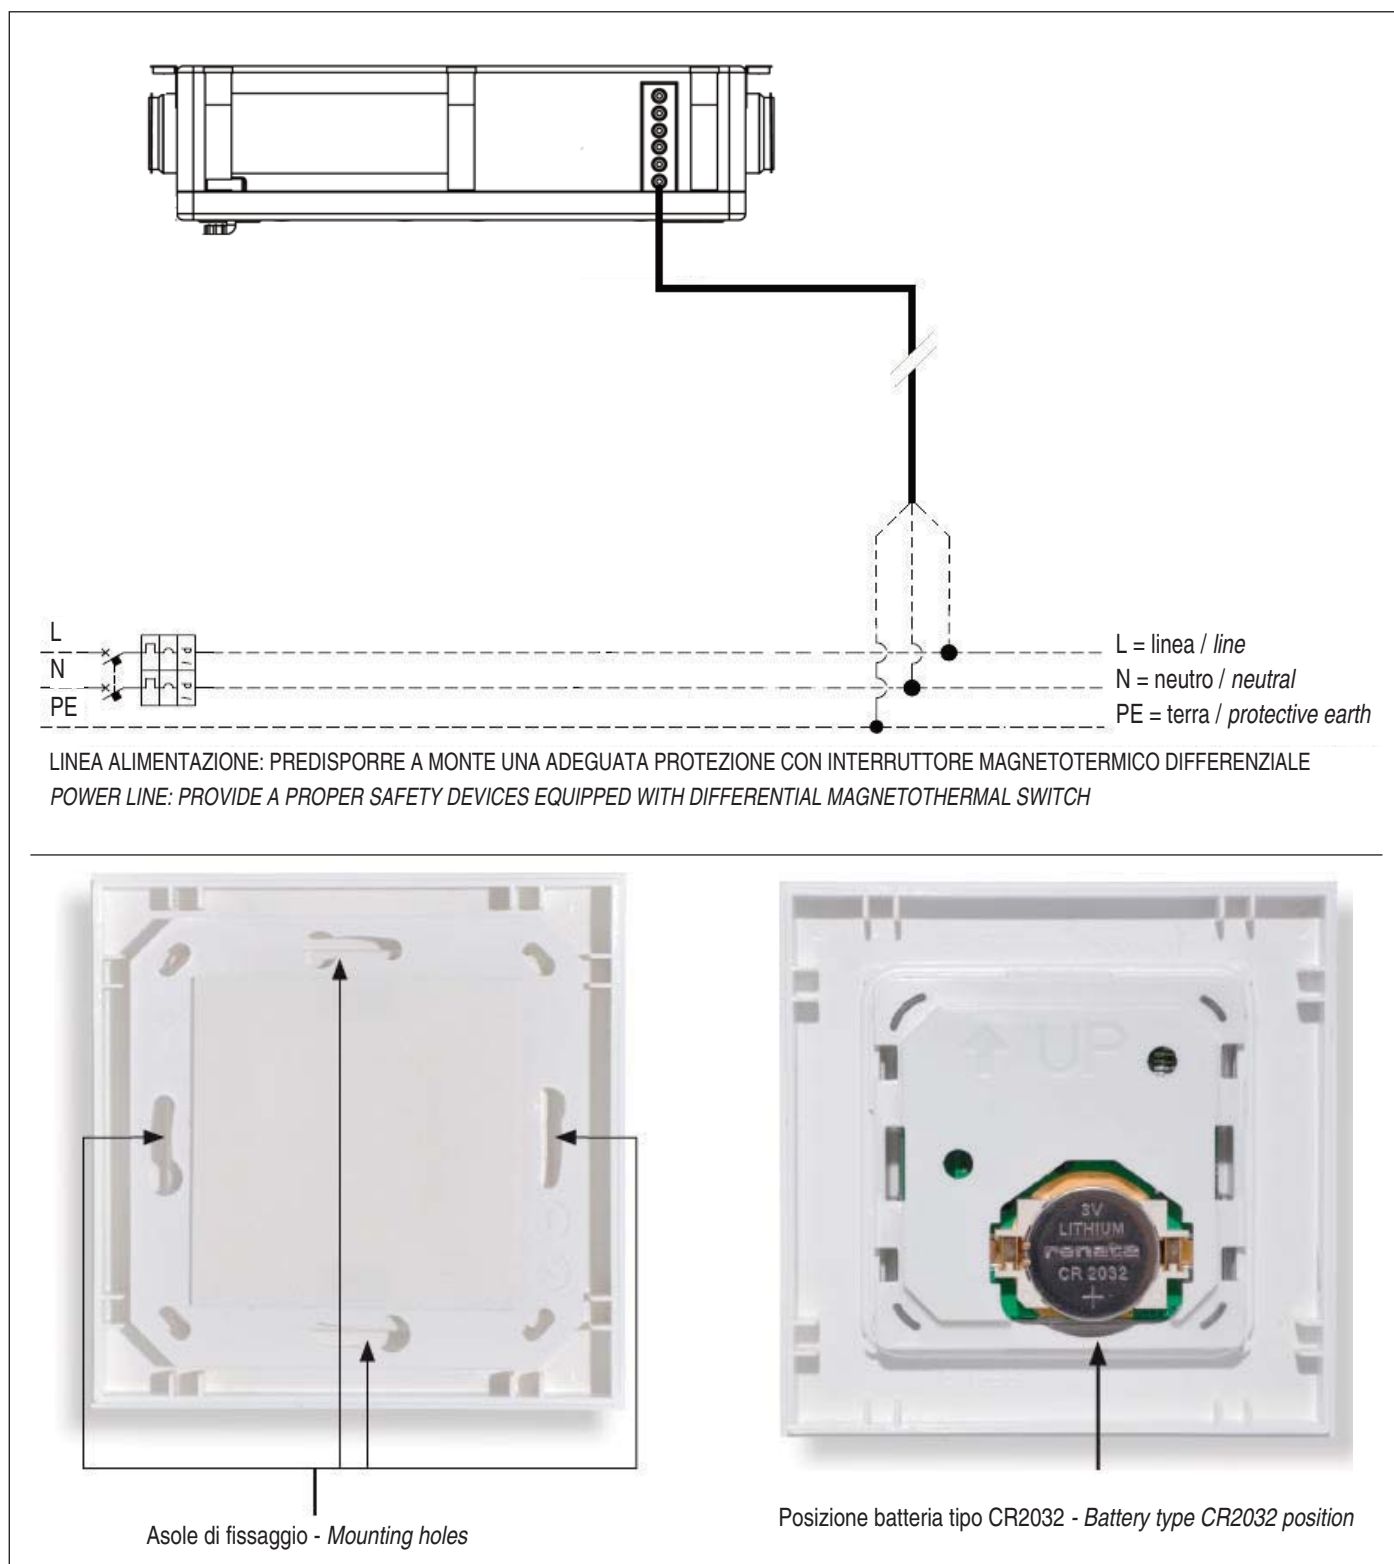

fig. 12
- Per l'installazione a parete dell'interfaccia non è necessaria una scatola ad incasso, dato lo spessore esiguo; tuttavia si può utilizzare anche una scatola da due moduli. Per fissarla alla parete utilizzare 2 opportuni fisher con viti attraverso le asole presenti nella placchetta posteriore (fig. 12).
- For the installation of the interface, only if needed, use a two module flush mounted wall box. The interface is very thin and usually it is not necessary to install the box. Fix it to the wall by two appropriate fisher with screws through the eyelets in the rear socket (fig. 12).